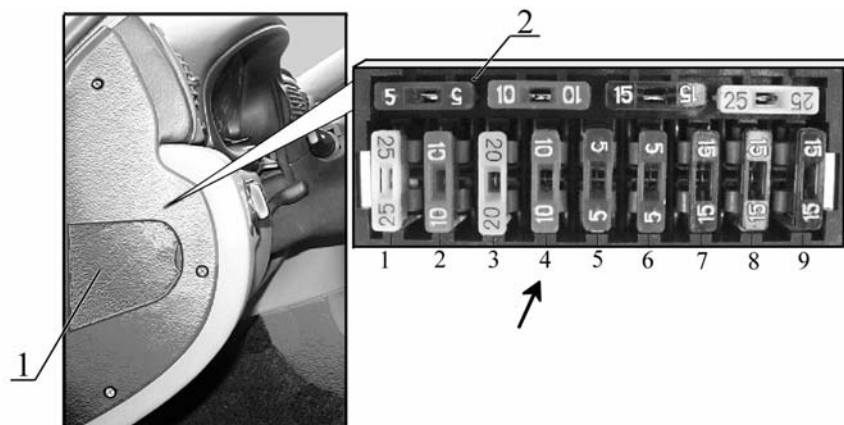

Рис.4. Замена предохранителя:
5.3.1. Проверить предохранитель 4 (10А) (рис. 4) и при необходимости заменить его, сняв заглушку 1 блока предохранителей, расположенного с левой стороны панели приборов.